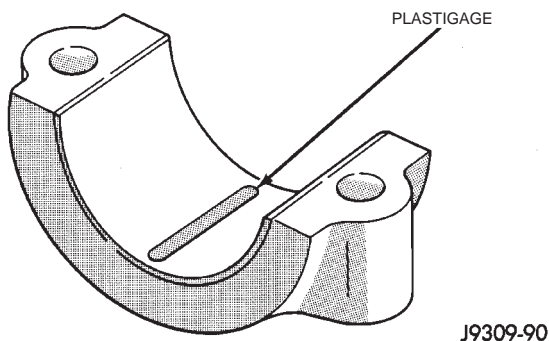
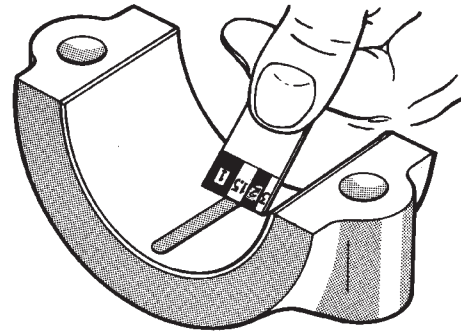

Fig. 1 Colocação de Plastigage na Blindagem do Rolamento
Fig. 2 Medida da Folga
(1) Coloque um pedaço de Plastigage através da largura inteira da blindagem do rolamento principal (Fig. 1). Posicione o Plastigage aproximadamente 6,35 mm (1/4 pol.) fora do centro e longe dos orifícios de óleo. Além disso, as áreas suspeitas podem ser verificadas colocando-se o Plastigage na área suspeita. Aperte os parafusos da tampa de rolamento a ser verificado com um torque de 108 N·m (80 pés-lb.) (Motor 2.5L). Aperte os parafusos da tampa de rolamento que está sendo verificado com um torque de 115 N·m (85 pés-lb.) (Motor 3.9L e 5.2/5.9L). **NÃO gire o eixo de manivelas ou o Plastigage pode manchar, produzindo resultados imprecisos.**
(2) Remova a tampa de rolamento e compare a largura do Plastigage achatado com a escala métrica fornecida no pacote (Fig. 2). O Plastigage geralmente vem em 2 escalas (uma em polegadas e outra em escala métrica). Localize a faixa mais próxima a mesma largura. Esta faixa mostra a quantidade de folga. As diferenças nas leituras entre as extremidades indicam a quantidade de conicidade existente. Registre todas as leituras obtidas (consulte "Especificações do Motor").
(1) Remova a película de óleo da superfície a ser verificada. O Plastigage é solúvel em óleo.
(2) Coloque um pedaço de Plastigage através da largura inteira da blindagem da capa do rolamento (Fig. 1). Posicione o Plastigage aproximadamente 6,35 mm (1/4 pol.) fora do centro e longe dos orifícios de óleo. Além disso, as áreas suspeitas podem ser verificadas colocando o Plastigage na área suspeita.
(3) O eixo de manivelas deve ser girado até que a biela a ser verificada comece a se mover em direção à parte superior do motor. Somente depois a capa da biela com o Plastigage no lugar deve ser montada. Aperte a porca da capa da biela do motor 2.5L com um torque de 45 N·m (33 pés-lb.). Aperte a porca da capa da biela do motor 3.9 e 5.2L/5.9L com um torque de 61 N·m (45 pés-lb.). **NÃO gire o eixo de manivelas ou o Plastigage pode manchar, produzindo resultados inexatos.**
(4) Remova a tampa de rolamento e compare a largura do Plastigage achatado com a escala métrica fornecida no pacote (Fig. 2). O Plastigage geralmente vem em 2 escalas (uma em polegadas e outra em escala métrica). Localize a faixa mais próxima a mesma largura. Esta faixa mostra a quantidade de folga. As diferenças nas leituras entre as extremidades indicam a quantidade de conicidade existente. Registre todas as leituras obtidas (consulte "Especificações do Motor").
(5) O Plastigage está disponível em uma variedade de faixas de folgas. A faixa 0,025-0,076 mm (0,001-0,003 pol.) geralmente é a mais apropriada para verificar as folgas de rolamento do motor.